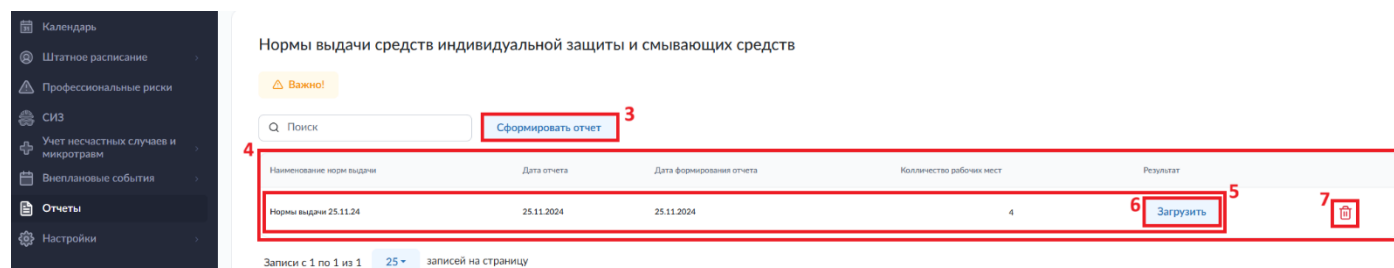

Рисунок 144. Раздел «Отчеты». Подраздел «Нормы выдачи СИЗ и ДСИЗ».
Для того чтобы сформировать Нормы выдачи средств индивидуальной защиты и смывающих средств необходимо нажать на кнопку «Сформировать отчет» (3) в открывшемся окне (рис. 144).